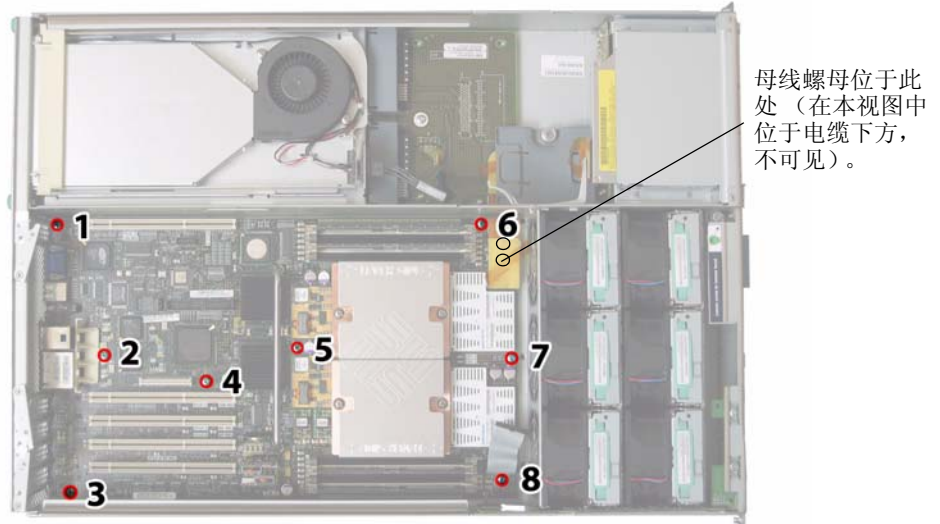

图 4-52 主板固定螺丝和母线螺母的位置
14. 旋下将主板固定到机箱底板上的八颗螺丝。有关这八颗螺丝的位置，请参见图 4-52。
15. 使用 8-mm 螺母扳手从主板上卸下两颗母线螺母。请参见图 4-52。